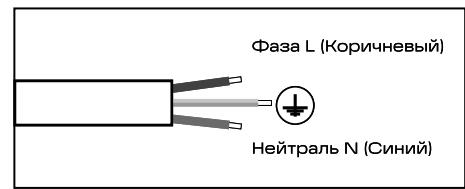

Рис. 5
- 5.15 Отключите питание и подключите кабель, выведенный из светильника согласно схеме на рис. 5.